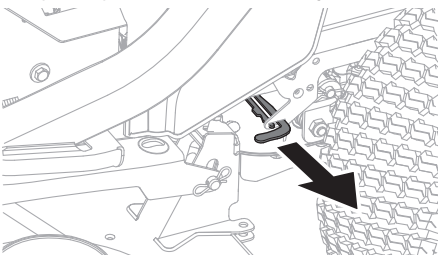

Figure 2
1. Tirez sur la tige pour engager la tige de dérivation. Répétez l'opération pour l'autre côté. Consultez la Figure 2.